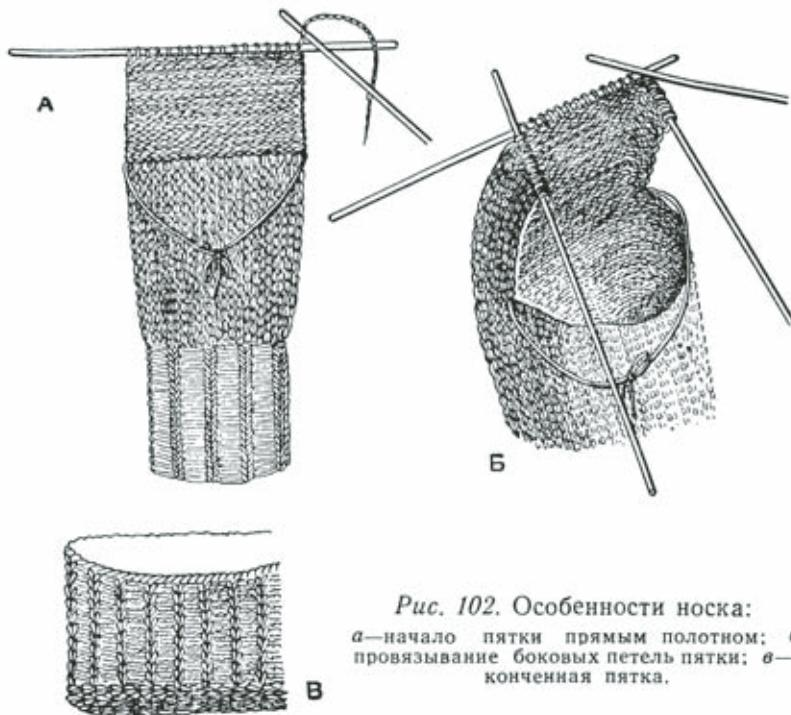

Рис. 102. Особенности носка:
Далее переходим на простую чулочную вязку и вяжем еще 3—5 см, до начала пятки. Здесь начинается особенность вязания носка — вывязывание пятки. Делаем так: половину всех петель круга (48), т. е. 24 петли, снимаем на нитку. Остальные 24 петли вяжем прямым полотном на двух спицах. Это уже начало пятки (рис. 102, *а*).